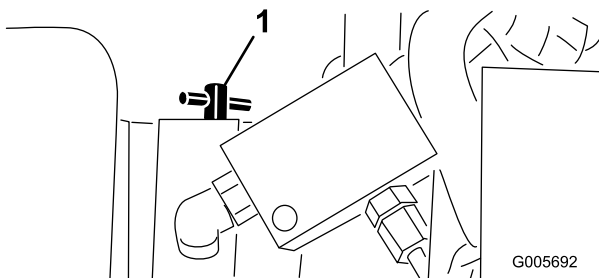

Bild 16
1. Fassen Sie das Sicherungsventil am Getriebe an und drehen Sie es eine halbe oder ganze Umdrehung nach links (Bild 16). Bei geöffnetem Ventil wird in der Pumpe ein interner Durchgang geöffnet, wodurch keine Berührung mit dem Getriebeöl erfolgt. Weil das Öl abgelenkt wird, lässt sich die Maschine ohne Schäden am Getriebe geschoben werden.